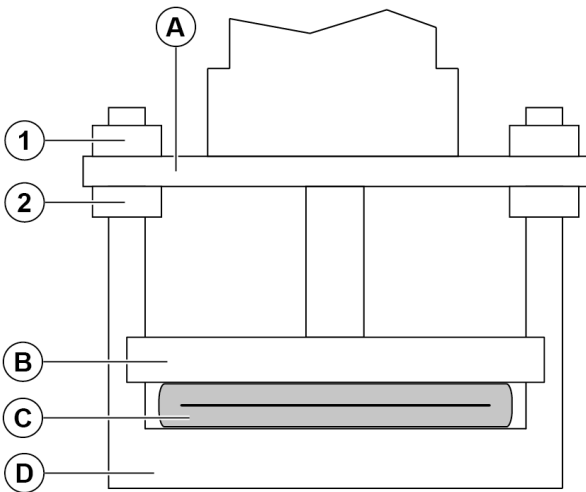
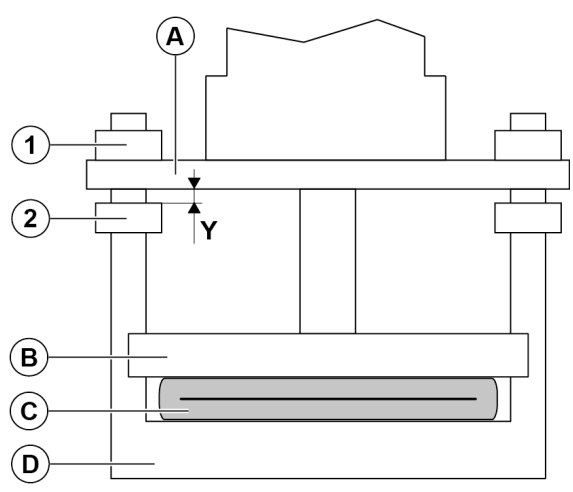

图17.
图18.
2. 使用执行机构固定板两侧的螺母(图17, 螺母1和2)调整夹紧杆, 以使其相互平行。从阀套的一端, 可以在阀套的整个压紧部位或两侧对称部位看到一条均匀、狭窄的光带(图17和图18, 尺寸X)。
如果阀门采用手轮操作, 检查并确认夹紧杆相互平行即可, 光带如图(图17和图18, 尺寸X)所示。